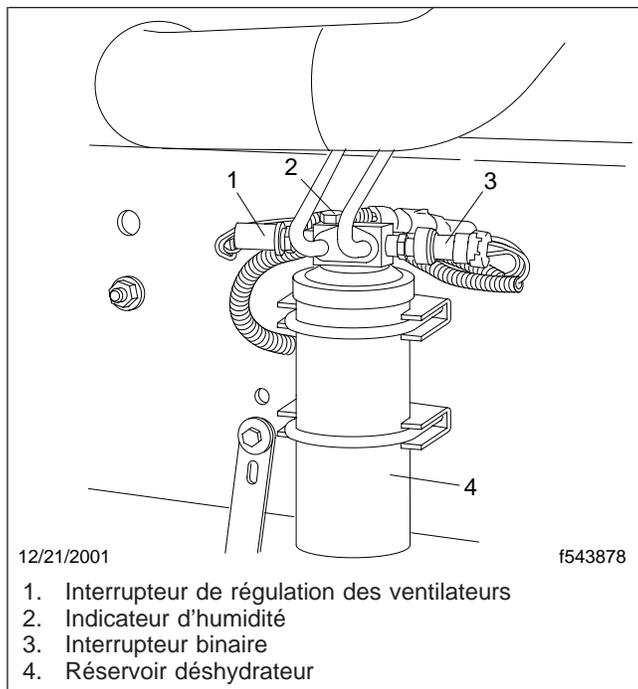

Fig. 1, Réservoir déshydrateur
12. Vérifiez l'indicateur d'humidité sur le réservoir déshydrateur. Voir la **figure 1**. Si l'indicateur est d'un bleu cobalt foncé, c'est que la charge de fluide frigorigène est sèche. Si l'indicateur n'est pas bleu, c'est que le système est contaminé par l'eau. Si le système est contaminé, récupérez le fluide frigorigène, remplacez le réservoir déshydrateur, évacuez le système et ajoutez une charge complète de fluide frigorigène. Pour les instructions, reportez-vous à la **section 83.00, sujet 220** du manuel d'atelier du véhicule.